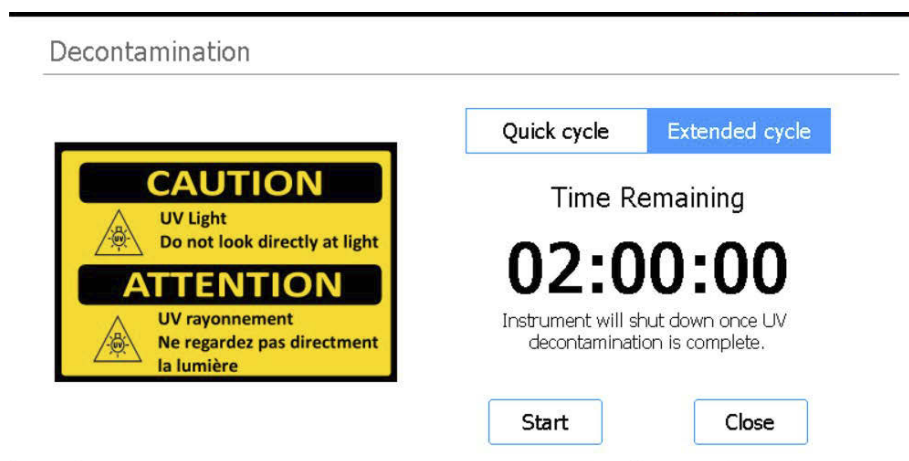

図 22 Extended cycle が選択されている Decontamination 画面
- 3 図 22 のように、画面の上部で **Extended cycle** を選択します。